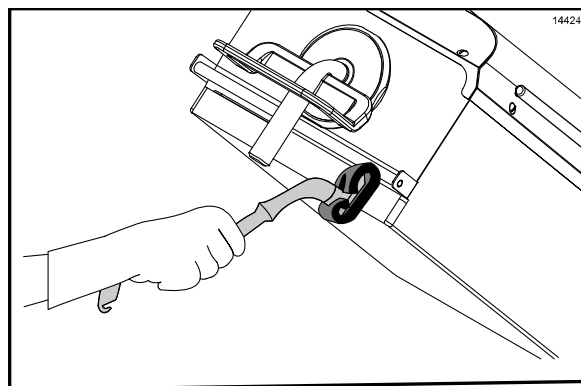

Figura 96
23. Usando o porta-esponja Kay para limpeza do grill, esfregue o lado da frente dos platens, do platen direito ao platen esquerdo. (Veja a Figura 96.)